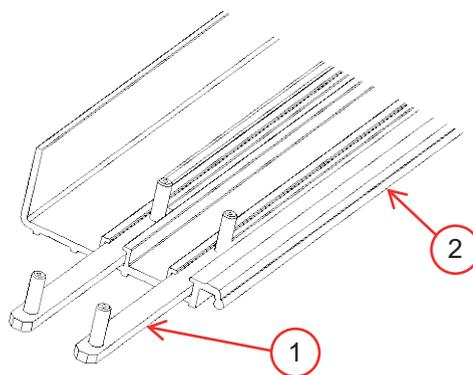

Figura 10: barra deslizante (1) nos dois trilhos na base (2).
2. Cada parte se conecta à base com uma ou duas “barras deslizantes” (Figura 10), que se encaixam nos trilhos da base. Remova as porcas de todas as barras deslizantes.